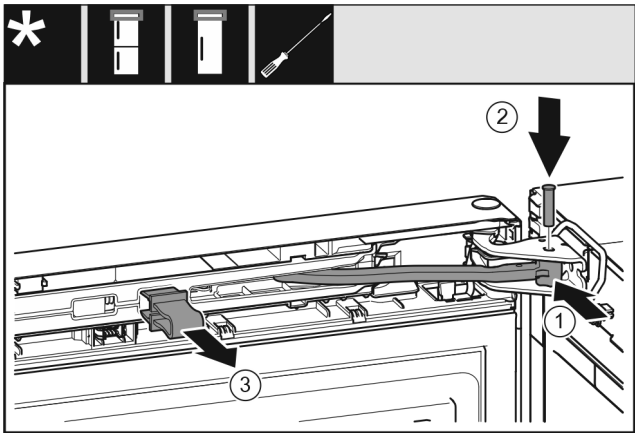

Fig. 48
- 将铰链转入托架。 Fig. 48 (1)
- 将螺栓插入托架和铰链。同时注意止动凸轮需正确地处于凹槽中。 Fig. 48 (2)
- 取下保险装置。 Fig. 48 (3)